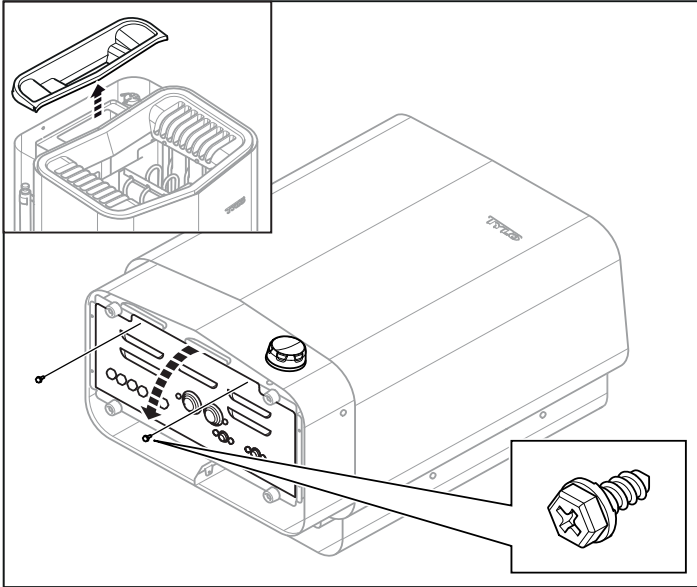

Figure 9 : Ouverture/fermeture du couvercle
2. Retirez le couvercle du réservoir d'eau et couchez le poêle avec la face avant tournée vers le haut (voir figure 9).
3. Desserrez les vis et ouvrez le couvercle (voir figure 9).
8. Fermez le couvercle et serrez les vis (voir figure 9).